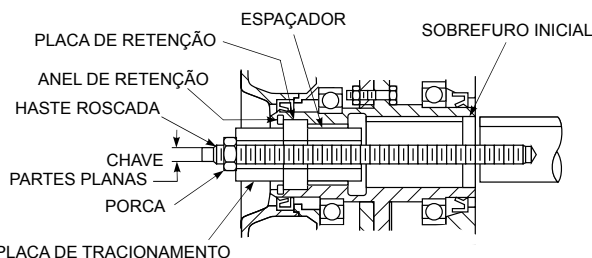

Figura 3
acoplamento e o eixo acionado. Uma haste roscaçada e uma placa de tracionamento são necessárias para puxar o acoplamento sobre o eixo acionado, veja a Figura 3. Consulte as dimensões da haste roscaçada e da placa de tracionamento na Tabela 2. **ATENÇÃO:** A placa de tracionamento não é necessária para o Tipo HFN.
4. Monte o espaçador, a placa de retenção e o anel de retenção (consulte a Tabela 5, pág. 5 para obter o número do anel de retenção) no eixo oco do acoplamento hidrodinâmico, Figura 3. O espaçador deve estar devidamente assentado contra a placa de retenção.